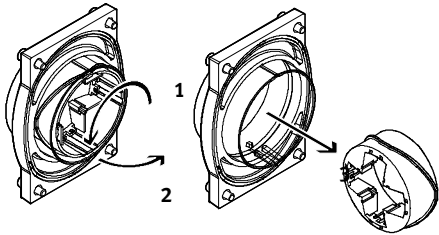

图 10: 取下指示环
2. 将指示环转动 90°。（参见图 10）。
1. 将指示环重新放入传感器盒的盖中。请按拆卸相反的顺序进行（→ 也参见图 10）。